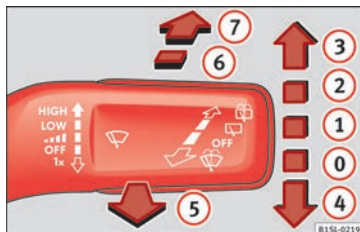

Fig. 48 Manejo del limpiaparabrisas y limpiacristales.
- Presione la palanca del limpiaparabrisas brevemente hacia abajo » **fig. 48 ④**.